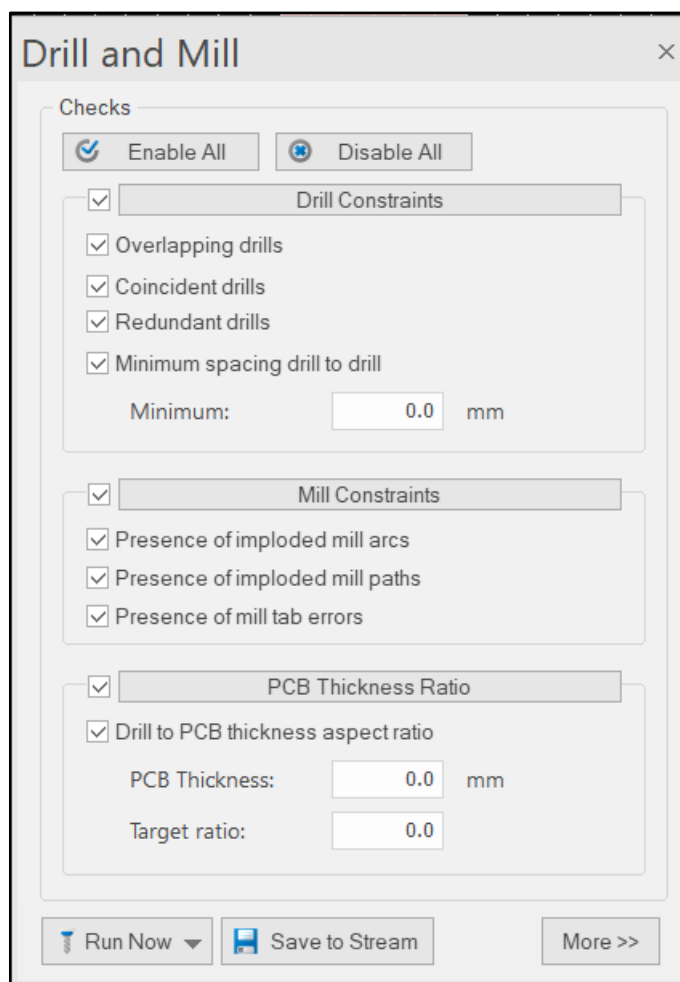

Рис. 46 Диалоговое окно инструмента Drill and Mill.
14. Инструмент  проверяет проект на наличие ошибок, допущенных при создании слоев сверловки и фрезеровки (рис.46).